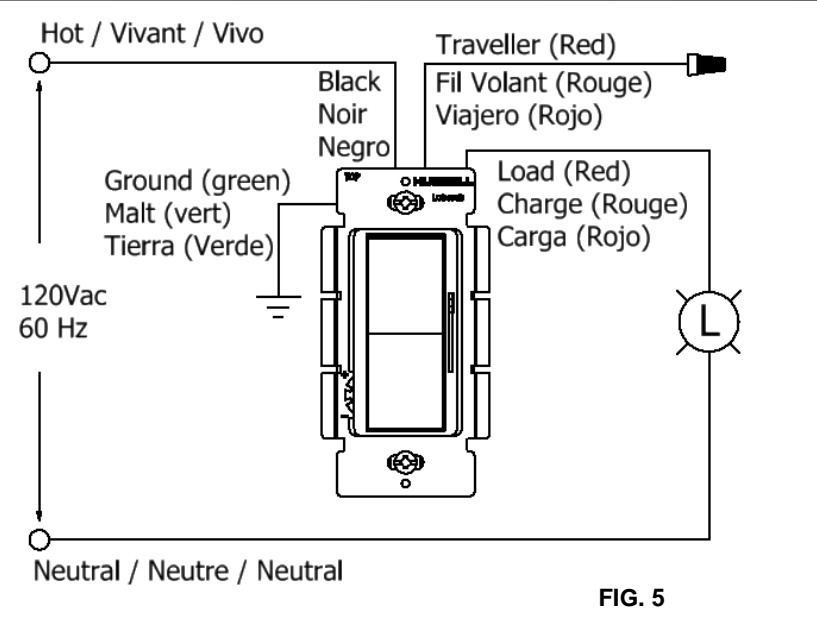

FIG. 5
- 5A. Cableado unipolar. Conectar los cables según el diagrama (FIG 5) de la siguiente manera:
5A. Single pole wiring. Connect wires per diagram (FIG 5) as follows: